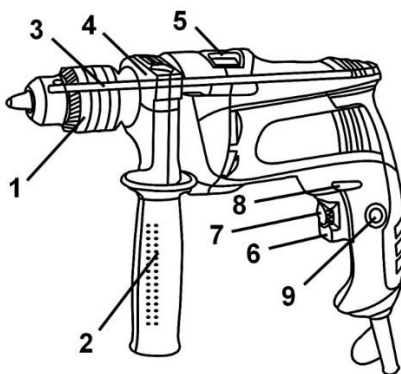

Рисунок 1
Переключение режимов работы изделия осуществляется переводом переключателя (5) (см. рис.1) из одного крайнего положения в другое в сторону соответствующего символа режима работы:
- ударно-вращательный режим – переключатель (5) должен быть переведен до упора в сторону символа **T**;
- вращательный режим – переключатель (5) должен быть переведен до упора в сторону символа **I**.
**4.2** Выберите необходимый режим работы изделия с помощью переключателя (5) (см. рисунок 1). Переключение режимов работы изделия осуществляется переводом переключателя (5) (см. рис. 1) из одного крайнего положения в другое в сторону соответствующего знака режима работы: